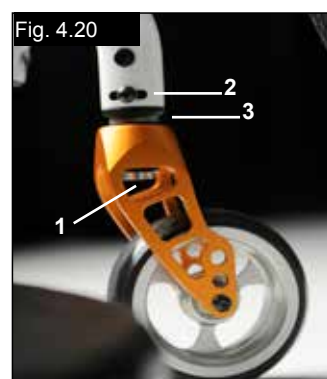

Fig. 4.20
Draai vervolgens de schroeven weer aan (2). Zet de wielvork in een hoek van 90° ten opzichte van de vloer. Draai vervolgens de schroeven weer aan (1). (Fig. 4.20).